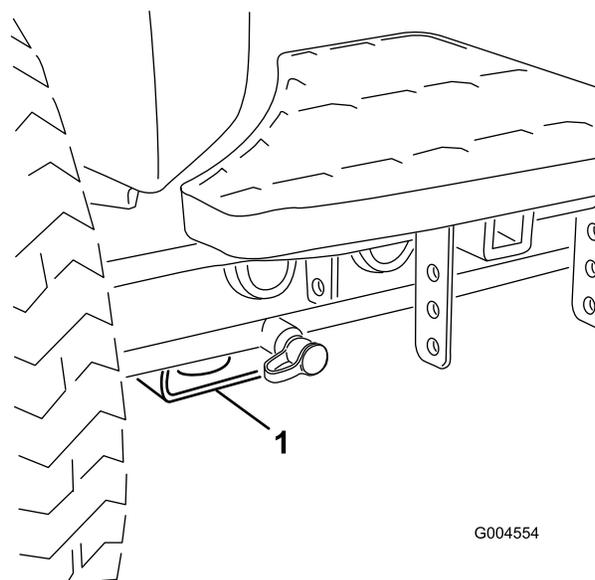

Figura 45
- Anteriore – supporto rettangolare, sotto il tubo dell'assale, all'interno delle ruote anteriori (Figura 45).